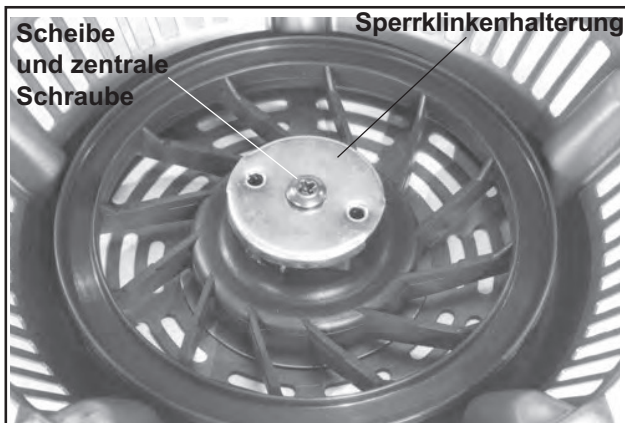

Abbildung 7-4. Zentrale Schraube, Scheibe und Sperrklinkenhalterung.
2. Die zentrale Schraube, die Scheibe und die Sperrklinkenhalterung entfernen. Siehe Abbildung 7-4.